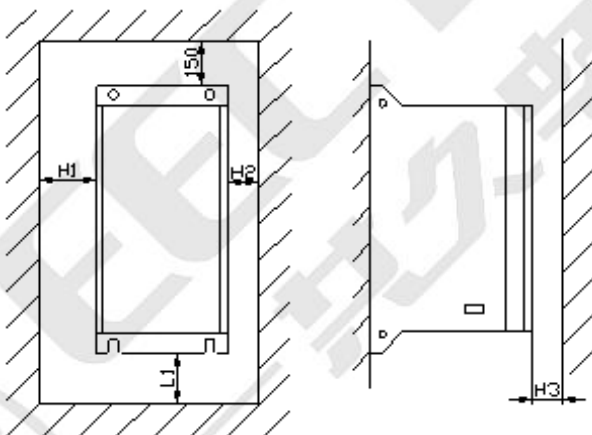

图 3-1
- 在进行屏柜安装时，为确保散热，调速器必须垂直安装并需要有足够的通风空间，参见图 3-1。图中所示是必须保证的最小距离，单位为 mm。